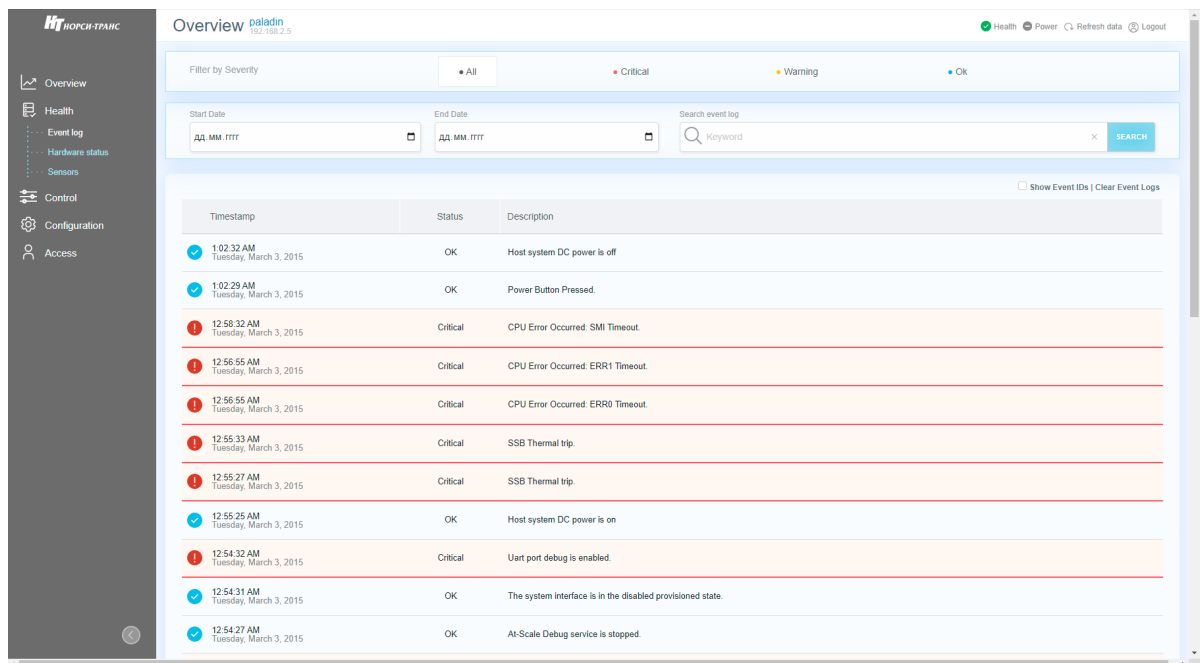

Рис. 69. Окно «Event log»
- 2) Пройдите во вкладку «Health» → «Event log» в данной вкладке отображены все события произошедшие в сервере. В поле «Filter by Severity» произведите фильтрацию по степени серьезности события. В поле «Start Date» произведите фильтрацию по дате начала события, в поле «End Date» произведите фильтрацию по дате окончания события, в поле «Search event log» произведите фильтрацию по ключевым словам события. Окно показано на рис. 69 Окно «Event log»